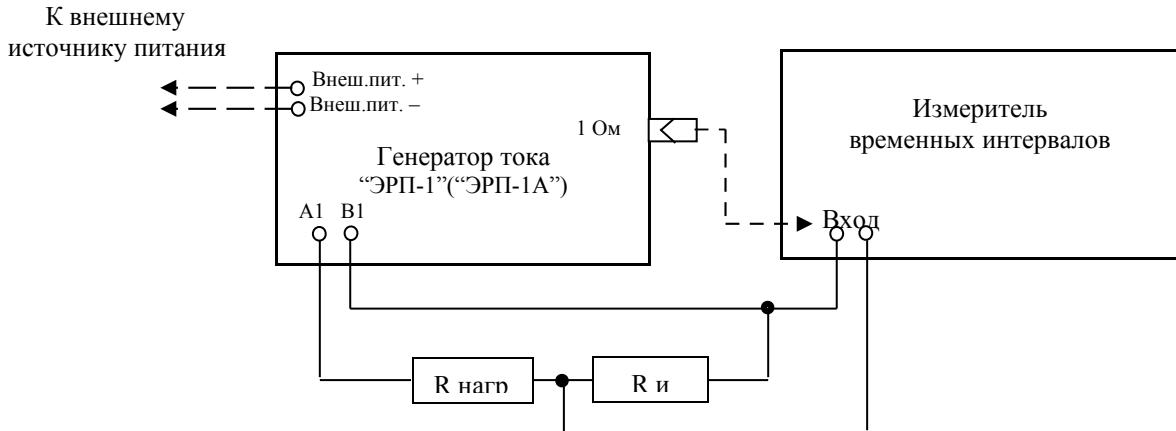

Рисунок 57
8.3.5.4.2 Подключить к генератору резистор нагрузки $R_{\text{НАГР}}$, измерительный резистор R_i и измеритель временных интервалов В-471 согласно схеме, приведенной на рисунке (Рисунок 57). Тип и номинал резистора нагрузки $R_{\text{НАГР}}$, а также тип и номинал измерительного резистора R_i для различных значений амплитуды выходного тока приведены в таблице (Таблица 8).